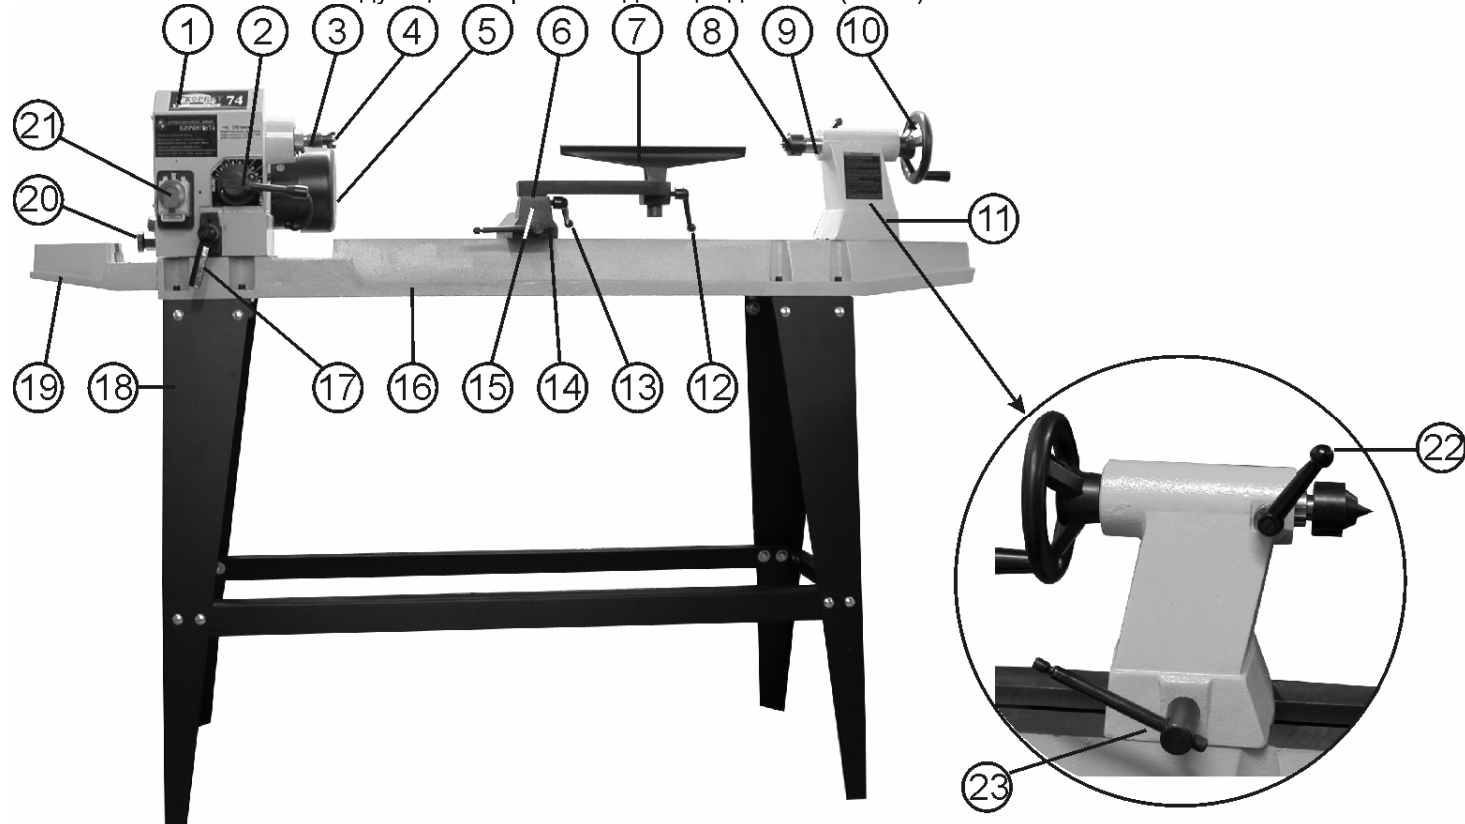

Рис. 2
- 7.1. Машина состоит из следующих сборочных единиц и деталей (Рис.2):
#### 8.4. Установка центров (Рис. 2, 6, 7)